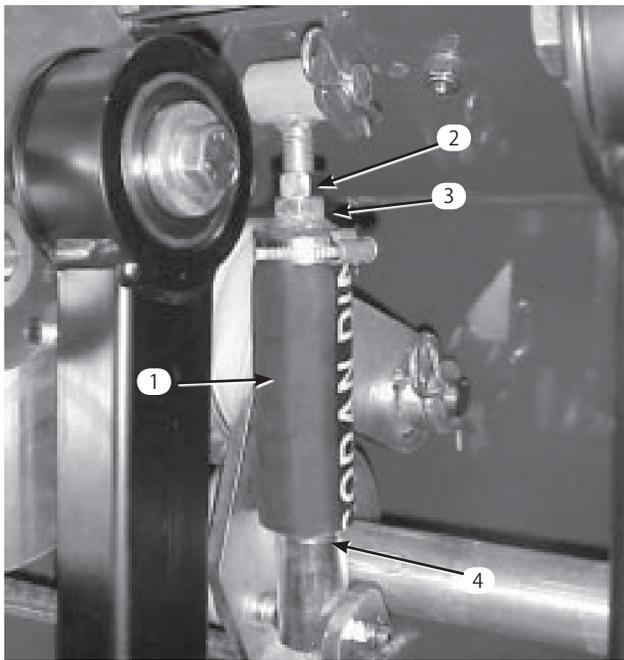

図31
- A. アイドラチューブをテンシヨナアームに固定しているジャムナットをゆるめる (図31)。